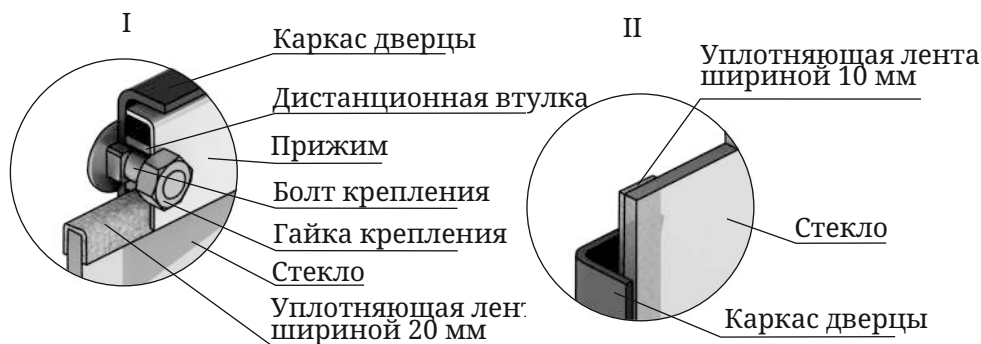

Рисунок 17. Крепление светопрозрачного экрана дверцы модификации «Витра»
1. Отверните две гайки, фиксирующие прижим (рисунок 17.І), демонтируйте его и дистанционные втулки.
3. Возьмите новое стекло. Если на нем нет уплотняющих лент, наклейте их: лента шириной 20 мм наклеивается сверху и снизу стекла «П» - образно (рисунок 17.І), лента шириной 10 мм наклеивается вертикально, вдоль боковых сторон стекла (рисунок 17.ІІ).
4. Вставьте стекло в упор, при этом лента, наклеенная с боковых сторон (вертикальная) должна быть зажата между стеклом и каркасом дверцы (рисунок 17.ІІ).
Внимание! Гайки, крепящие прижим накручиваются на болты крепления через дистанционные втулки (рисунок 17.І).